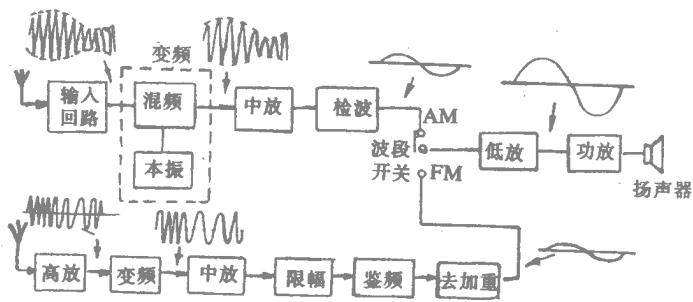

图 2-4 AM / FM 收音机电路框图
以调幅 / 调频 (AM / FM) 两用收音机为例, 其电路框图如图 2-4 所示。其中, 上半部分为调幅 (AM) 收音机电路框图。从图中可以看出, 由天线接收下来的高频调幅信
调频（FM）无线电广播的载波频率为 87—108 兆赫。由图 2-4 可知，从天线接收下来的高频调频信号先进行一级高频放大，再送往变频电路，产生 10.7 兆赫的中频信号，变频电路同调幅收音机一样，也由本振和混频两部分组成。变频输出的 10.7 兆赫中频信号经中频放大、限幅，然后送往鉴频电路。鉴频电路的作用是从调频信号中检出音频信号，它是调频的逆过程。鉴频输出的音频信号经去加重（衰减高音）处理后，也经波段开关切换到低放、功放通道，最后由功率放大器输出，推动扬声器发出声音来。